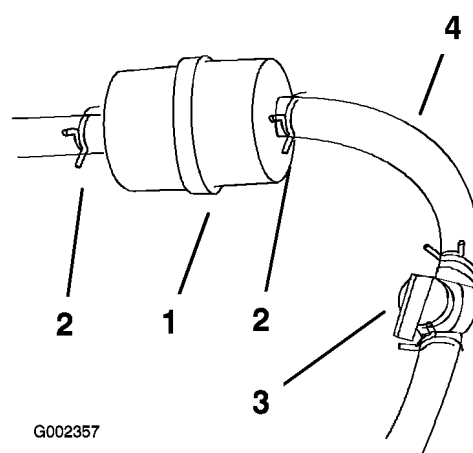

Figura 40
4. Cierre la válvula de cierre de combustible (Figura 40).
5. Apriete los extremos de las abrazaderas y deslícelas por el tubo alejándolas del filtro (Figura 40).
7. Instale un filtro nuevo y acerque las abrazaderas al filtro (Figura 40).
- Cierre la válvula de cierre de combustible (Figura 40).
- Afloje la abrazadera cerca del filtro de combustible y deslícela por el tubo, alejándola del filtro de combustible (Figura 40).
- Desconecte el tubo de combustible del filtro de combustible (Figura 40).
Nota: Deje fluir la gasolina a una lata u otro recipiente apropiado (Figura 40).
- Instale el tubo de combustible en el filtro de combustible. Acerque la abrazadera al filtro de combustible para fijar el tubo de combustible (Figura 40).